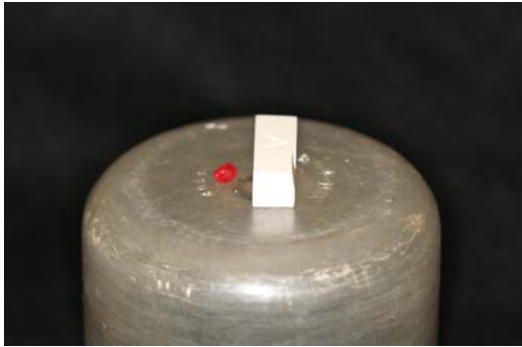

Fig 1. Utilisez une cire collante pour stabiliser le bloc sur la plateforme
- b. Utilisez une petite quantité de cire pour stabiliser le bloc sur la plateforme (Fig. 1)